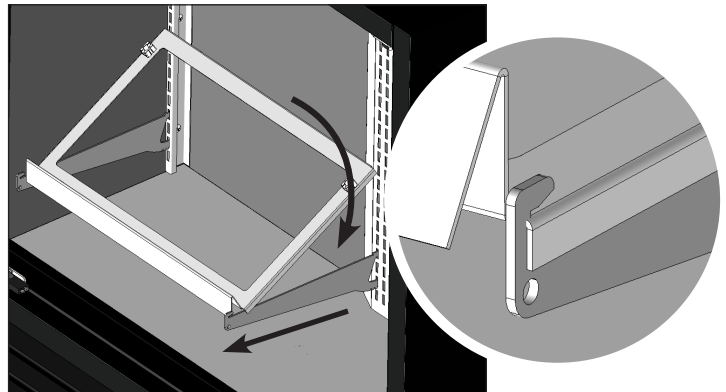

Fig. 7. Coloque el estante mientras levanta su parte posterior. Asegúrese de que los costados del estante cuelguen sobre el soporte.
2. Levante la parte posterior del estante. Coloque el estante sobre las escuadras de soporte para estantes. Consulte la fig. 7.
3. Baje con cuidado la parte posterior del estante y deslice el estante debajo de la pestaña del soporte para estantes. Consulte la fig. 7.